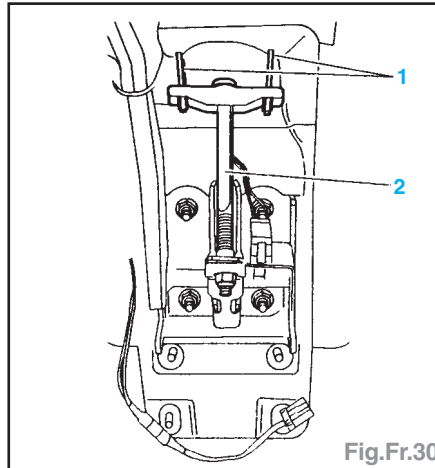

Fig.Fr.30
- Désaccoupler les câbles de frein de parking (1) du palonnier (2) (Fig.Fr.30).